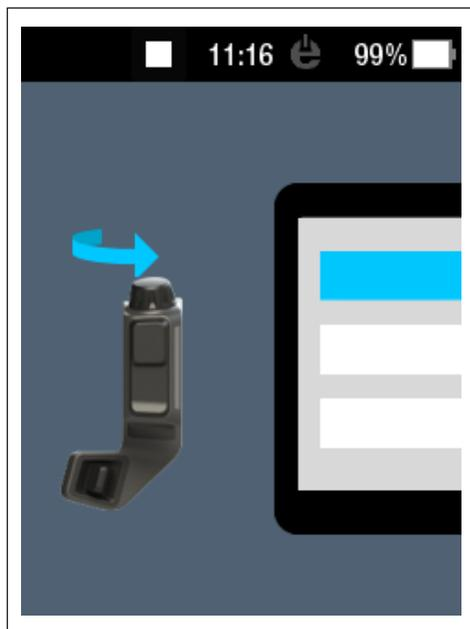

Fig. 45: Séquence vidéo pour la commande avec Haibike Remote
- ▶ Allumez l'entraînement en exerçant une longue pression (> 1 s) sur le bouton rotatif sur la Haibike Remote (voir section 5.1.2 à la page 32). Suite à la **ppremière** mise en marche, une courte séquence vidéo des principales fonctions de Remote apparaît sur le Haibike HMI & System Control (voir Fig. 45).